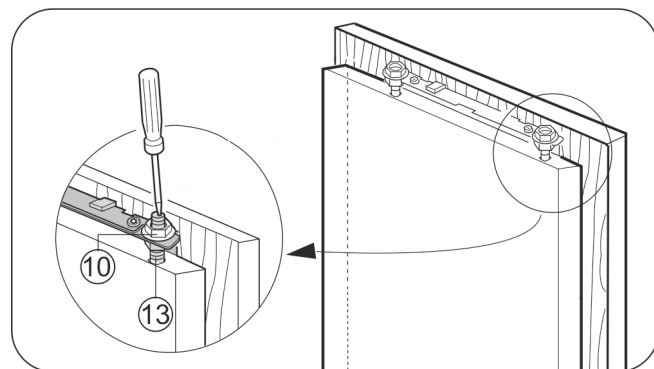

Fig. 22
- ▶ Затегнете контрагайките Fig. 22 (10) с шестостенен гаечен ключ 13, при това задържайте настройващите болтове Fig. 22 (13) с отвертка.